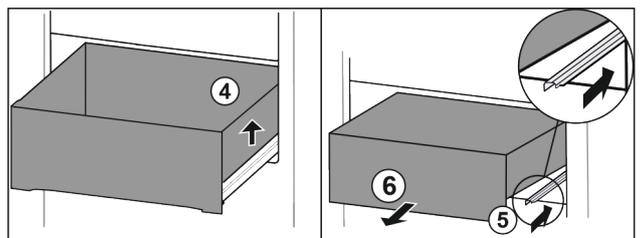

Fig. 32
- ▶ Schubfach rechts anheben. Fig. 32 (4)
- ▶ Rechte Schiene einschieben. Fig. 32 (5)
- ▶ Schubfach nach vorne entnehmen. Fig. 32 (6)